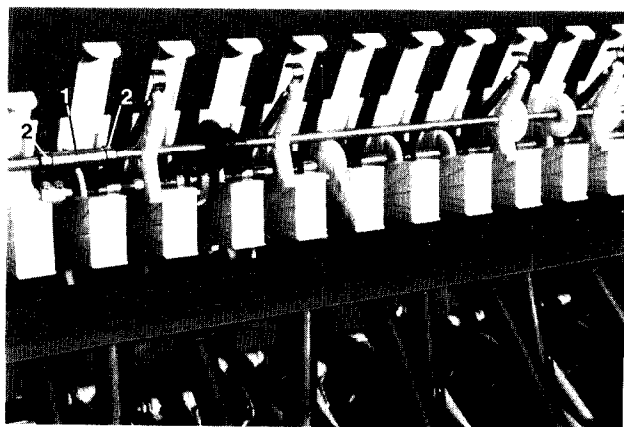

Fig. 104
- En holder (Fig. 104/1), som sikrer mellemakslen aksialt, griber ind i en not på såhuset. Denne holder, bliver ved nedklapningen af mellemakslen trukket ud af noten og skal fastgøres igen efter endt montage. Holderen (Fig. 104/1) bliver sikret aksialt på mellemakslen ved hjælp af stopringe (Fig. 104/2).
Fig. 104 viser bønesåakslen i indbygget stand.